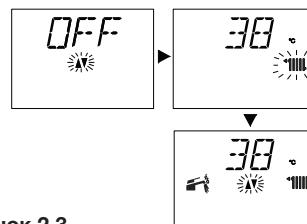

Рисунок 2.3
- На ЖК-дисплее последовательно отображаются следующие символы (Рисунок 2.3).